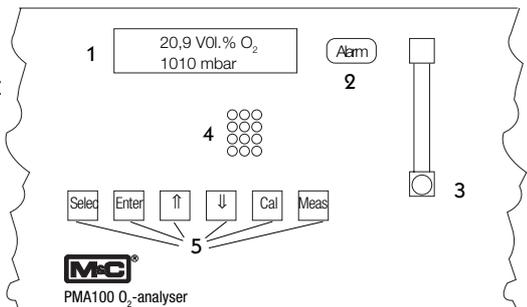

Abb. 6: Frontplatte mit Display, Bedientastatur und Strömungsmesser
Abbildung 6 zeigt den Frontplattenaufbau des Sauerstoffanalysators **PMA100**. Zu sehen ist die zweizeilige LCD-Anzeige (1), die Alarm-LED (2), der Strömungsmesser mit Nadelventil (3), Status-LEDs (4) und das Bedienfeld (5), bestehend aus 6 Folientasten.